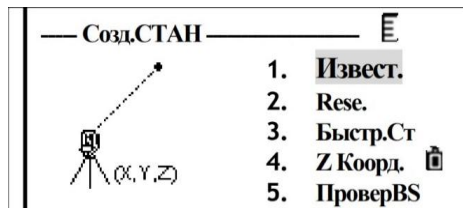

Рис. 9. Установка станции по известным координатам
1. Для установки станции с использованием известных/вычисленных координат выбираем пункт «Извест.» (рис. 9).